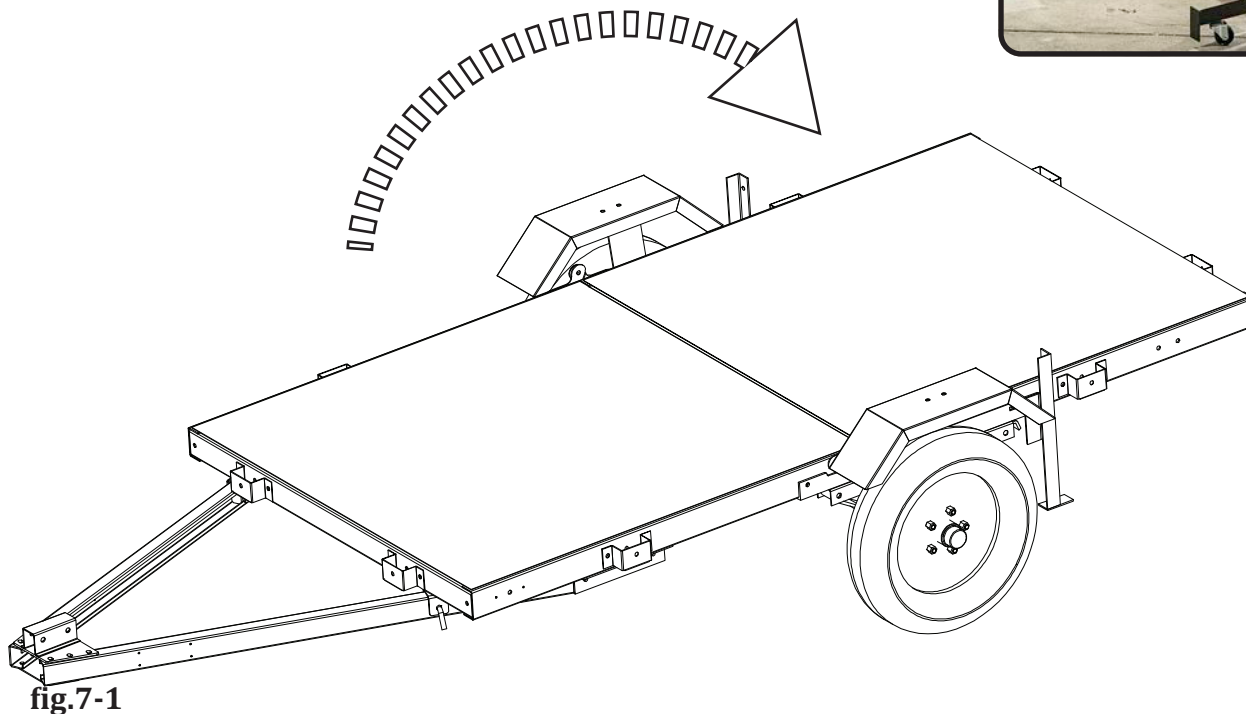

fig.7-1
2. Fixez les supports ensemble à l'aide du M10 x 20 (34) des deux côtés
3. Rabattez soigneusement la benne arrière de la remorque comme indiqué sur la fig. 7-1